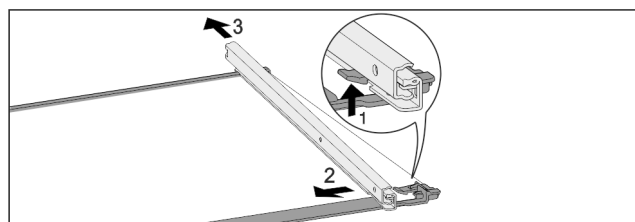

Fig. 139 Płyta szklana z szynami
- ▶ Wcisnąć przedni hak ryglujący do góry. Fig. 139 (1)
- Wysunąć prowadnicę w bok Fig. 139 (2) i do tyłu Fig. 139 (3).